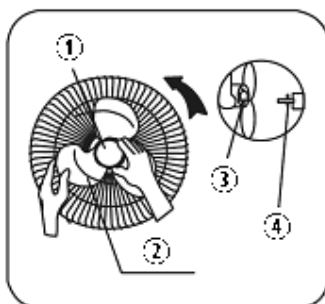

Bild 6
5. Montera fläktens vingenhet på motorns axel. Kontrollera att vingenhetens öppning passar in på stopptappen som finns på motorns axel (skede 4, 5 - se bild 6).